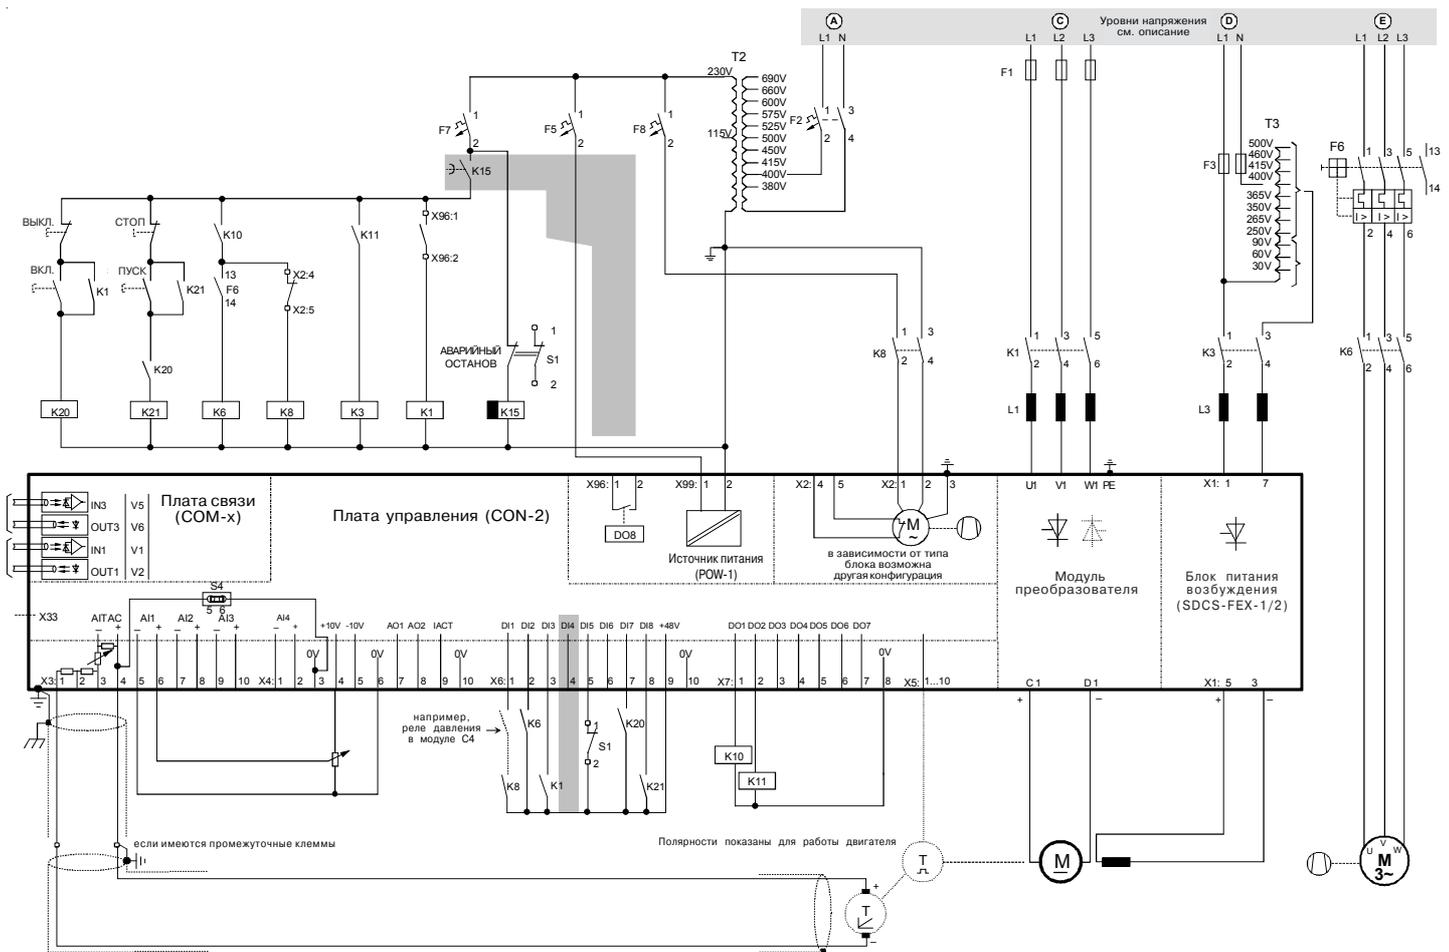
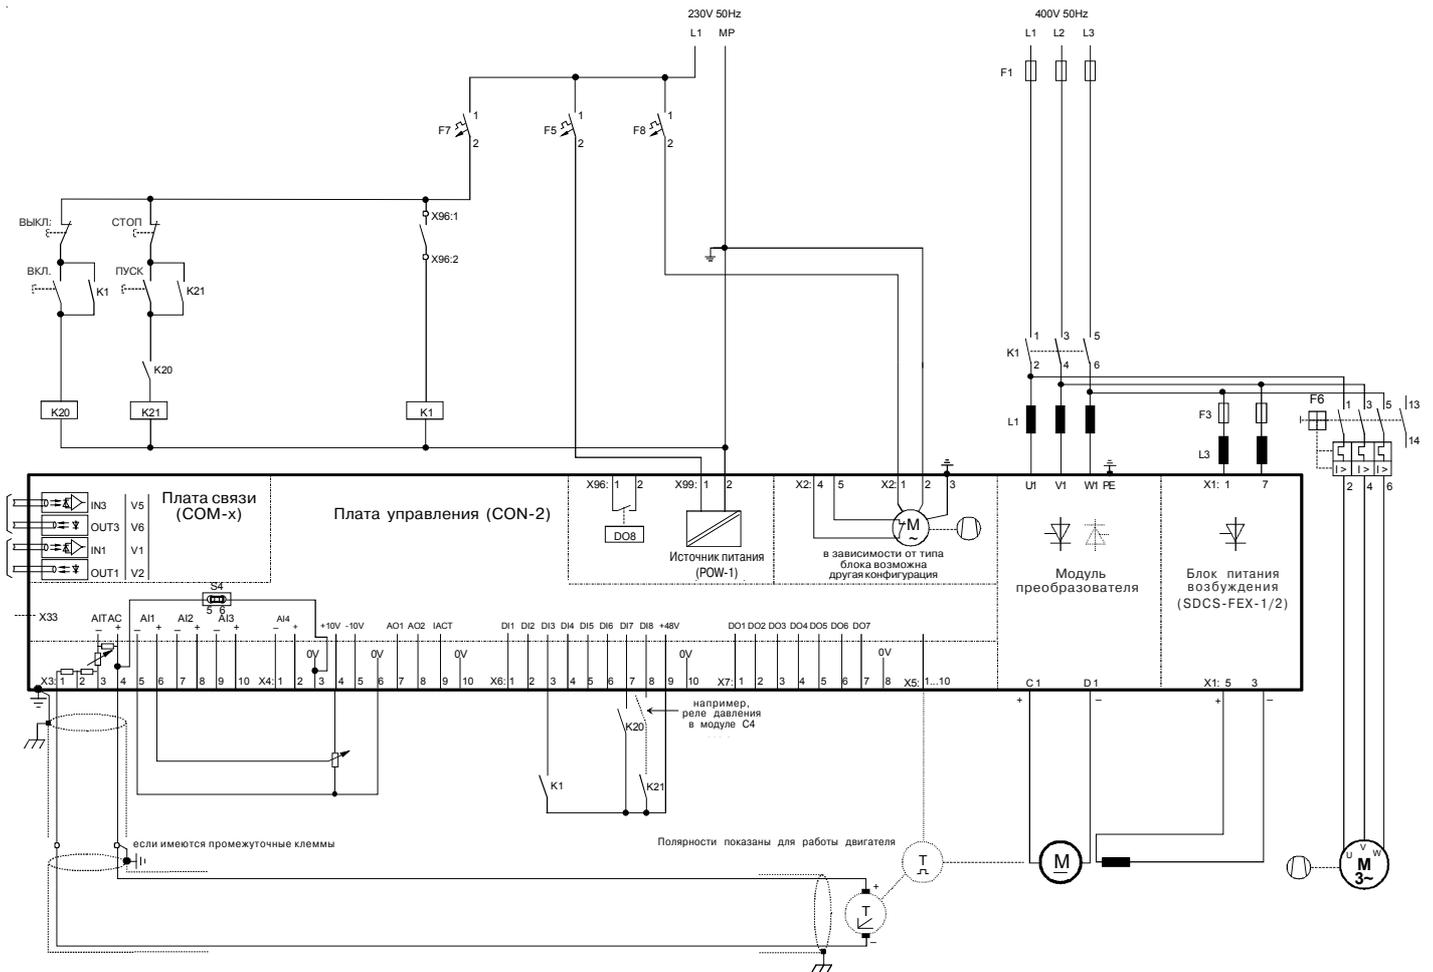

Рис.3.1/1: Стандартная конфигурация привода с использованием внутреннего источника возбуждения
Рис.3.2/1: Конфигурация привода с использованием внутреннего источника возбуждения с уменьшенным количеством внешних элементов.
аналогично рис. 3.1/1
Эта конфигурация в основном идентична показанной на рис. 3.1/1. Следует проверить соответствие номинала F1 наличию дополнительной нагрузки, подобной источнику возбуждения и вентилятору двигателя. Все элементы или выбираются на 230 В, или устанавливаются на 230 В, чтобы их можно было объединить и питать от вспомогательного источника питания. Различные потребители имеют отдельные предохранители.
- a:** Формирование команд ON/OFF (ВКЛЮЧЕНО/ВЫКЛЮЧЕНО) и START/STOP (СТАРТ/СТОП): аналогично рис. 3.1/1
Главный силовой контактор K1 управляется таким же образом, что и на рис. 3.1/1. Питание источника возбуждения и вентилятора двигателя снимается с выхода K1. Таким образом, все 3 потребителя управляются одинаково.
Эта конфигурация в основном идентична показанной на рис. 3.1/1. В дополнение к рис. 3.1/1 устройство питания возбуждения требует питания электронных схем, которое имеет отдельный предохранитель и поступает с обмотки 230 В трансформатора Т2. Контроллер возбуждения управляется по последовательному каналу связи, подключенному к клемме X16: на преобразователе питания якоря. При этом способе питания возбуждения может быть использован первичный отвод 690 В!
Релейная логика может быть разделена на три части, как показано на рис. 3.1/1. В основном, для этой конфигурации может быть использована логика, показанная на рис. 3.2/1. Мощность привода и его значимость могут быть критериями для выбора логики в соответствии с рис. 3.1/1 или рис. 3.2/1 или в виде их комбинации.
аналогична рис. 3.1/1
Релейная логика может быть разделена на три части. Для этой конфигурации в основном может использоваться логика, показанная на рис. 3.2/1. Вследствие мощности и значимости привода рекомендуется использовать показанную логику.